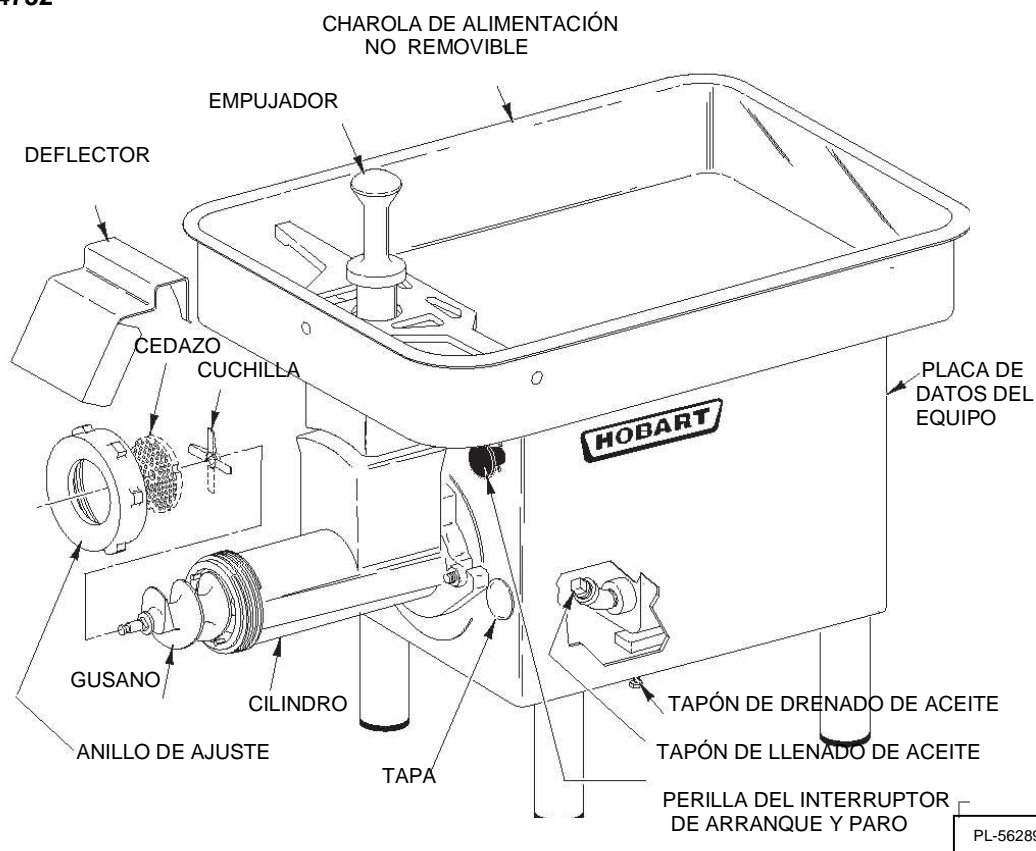
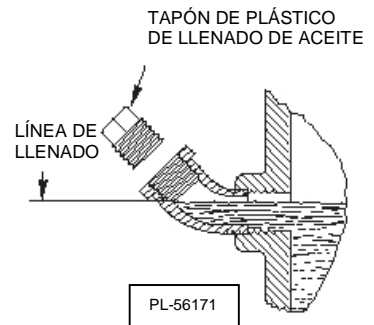

Fig. 3
Fig. 6
- Para iniciar el molino, jale la perilla del interruptor de Arranque y Paro (Fig. 3 o 4).
Guarde el empujador como se muestra en la Fig. 3 o 4.
Para cambiarlo, ponga una charola debajo del equipo y quite el tapón de drenado (Fig. 3 o 4). Cuando se haya drenado el aceite, coloque el tapón de drenado. Llene la caja de transmisiones con 595.34 gr de aceite Mobilgear 634 de la siguiente forma: Quite la tapa (Fig. 3 o 4) y, luego, el tapón de plástico de llenado de aceite (Fig. 6). Vierta la cantidad adecuada de aceite Mobilgear 634 en el codo. La caja de transmisiones está llena cuando el aceite está en el nivel de cuerda inferior del codo (Fig. 6). Enrosque el tapón de plástico de llenado de aceite en el codo y presione la tapa en la perforación del alojamiento del molino. El molino no requiere otro servicio de lubricación.